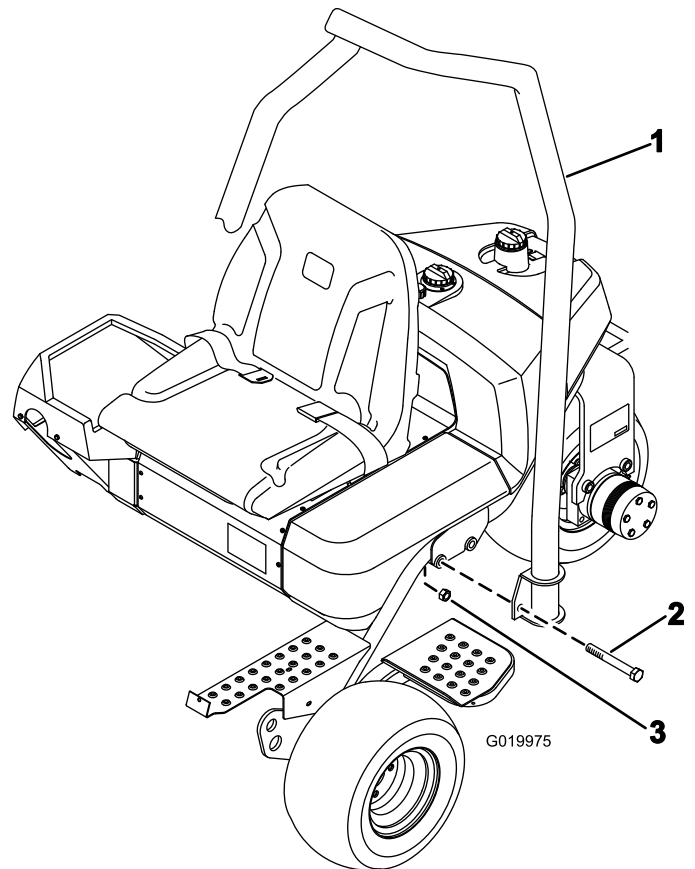

Figure 7
- Positionnez l'arceau de sécurité de sorte que la partie courbe en haut du tube soit dirigée vers l'avant de la machine (Figure 7).
- Abaissez l'arceau de sécurité sur le cadre en l'alignant sur les trous de fixation (Figure 7).
- Fixez chaque côté de l'arceau de sécurité au cadre avec 2 boulons ( $\frac{5}{8}$ " x  $4\frac{1}{2}$ ") et contre-écrous, comme montré à la Figure 7.